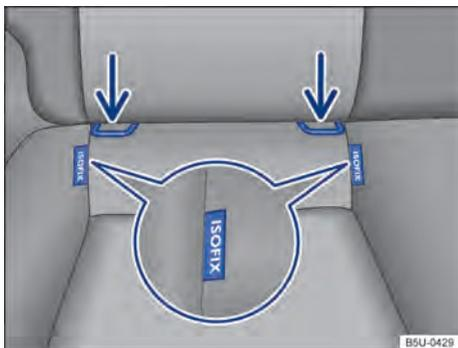

Fig. 37 No banco do veículo: identificação dos pontos de ancoragem inferiores para cadeiras de criança.
Os 2 olhais de retenção para cada cadeira de criança dotado do sistema ISOFIX podem ser acessados entre o encosto e assento do banco traseiro. → Fig. 37.
- Afastar lateralmente o cinto de segurança e encaixar a cadeira de criança nos olhais de retenção → Fig. 37 indicados pelas setas. A cadeira de criança deve engatar de forma segura e audível (click).
- Colocar a cadeira de criança sobre a superfície do banco, afastar lateralmente o cinto de segurança e prender os ganchos dos cintos de fixação nos olhais de retenção → Fig. 37, caso os cintos de fixação sejam fornecidos junto com a cadeira de criança.